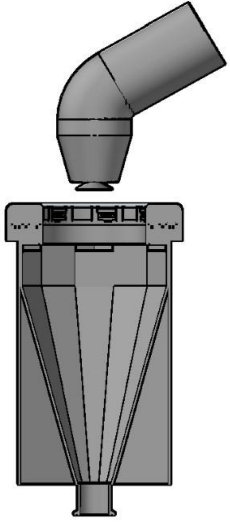

FIGURE 1
**DIRECT ATOMIZER TO SAFE POSITION. (FIG. 1)